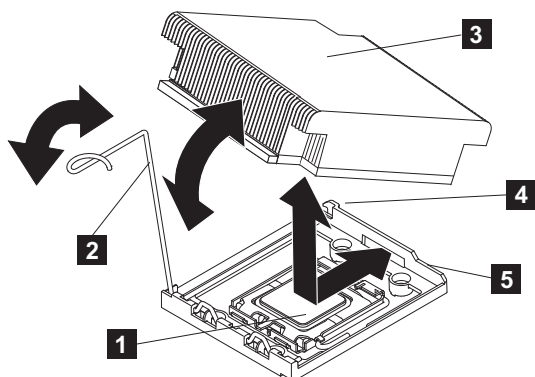

図 314. SAN ボリューム・コントローラー 2145-CG8 または 2145-CF8 マイクロプロセッサへのヒート・シンクの取り付け
8. 図 314 に示すように、マイクロプロセッサの上部でヒートシンクを位置合わせします。